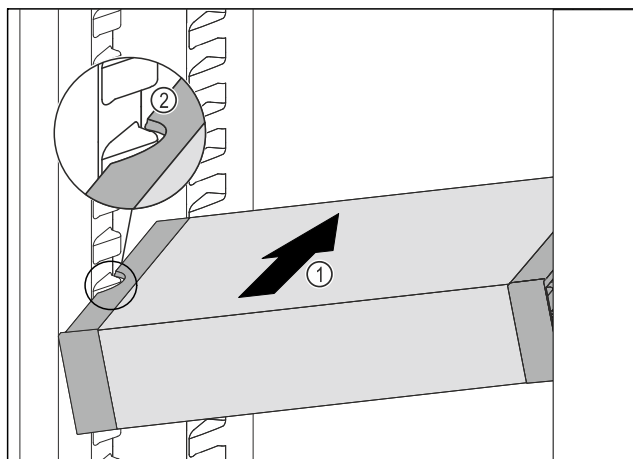

Fig. 170
- VarioSafe gurajte koso u hladnjak Fig. 170 (1) sve dok se bočni otvori Fig. 170 (2) ladice VarioSafe ne nađu na visini žlijeba spremnika u hladnjaku.